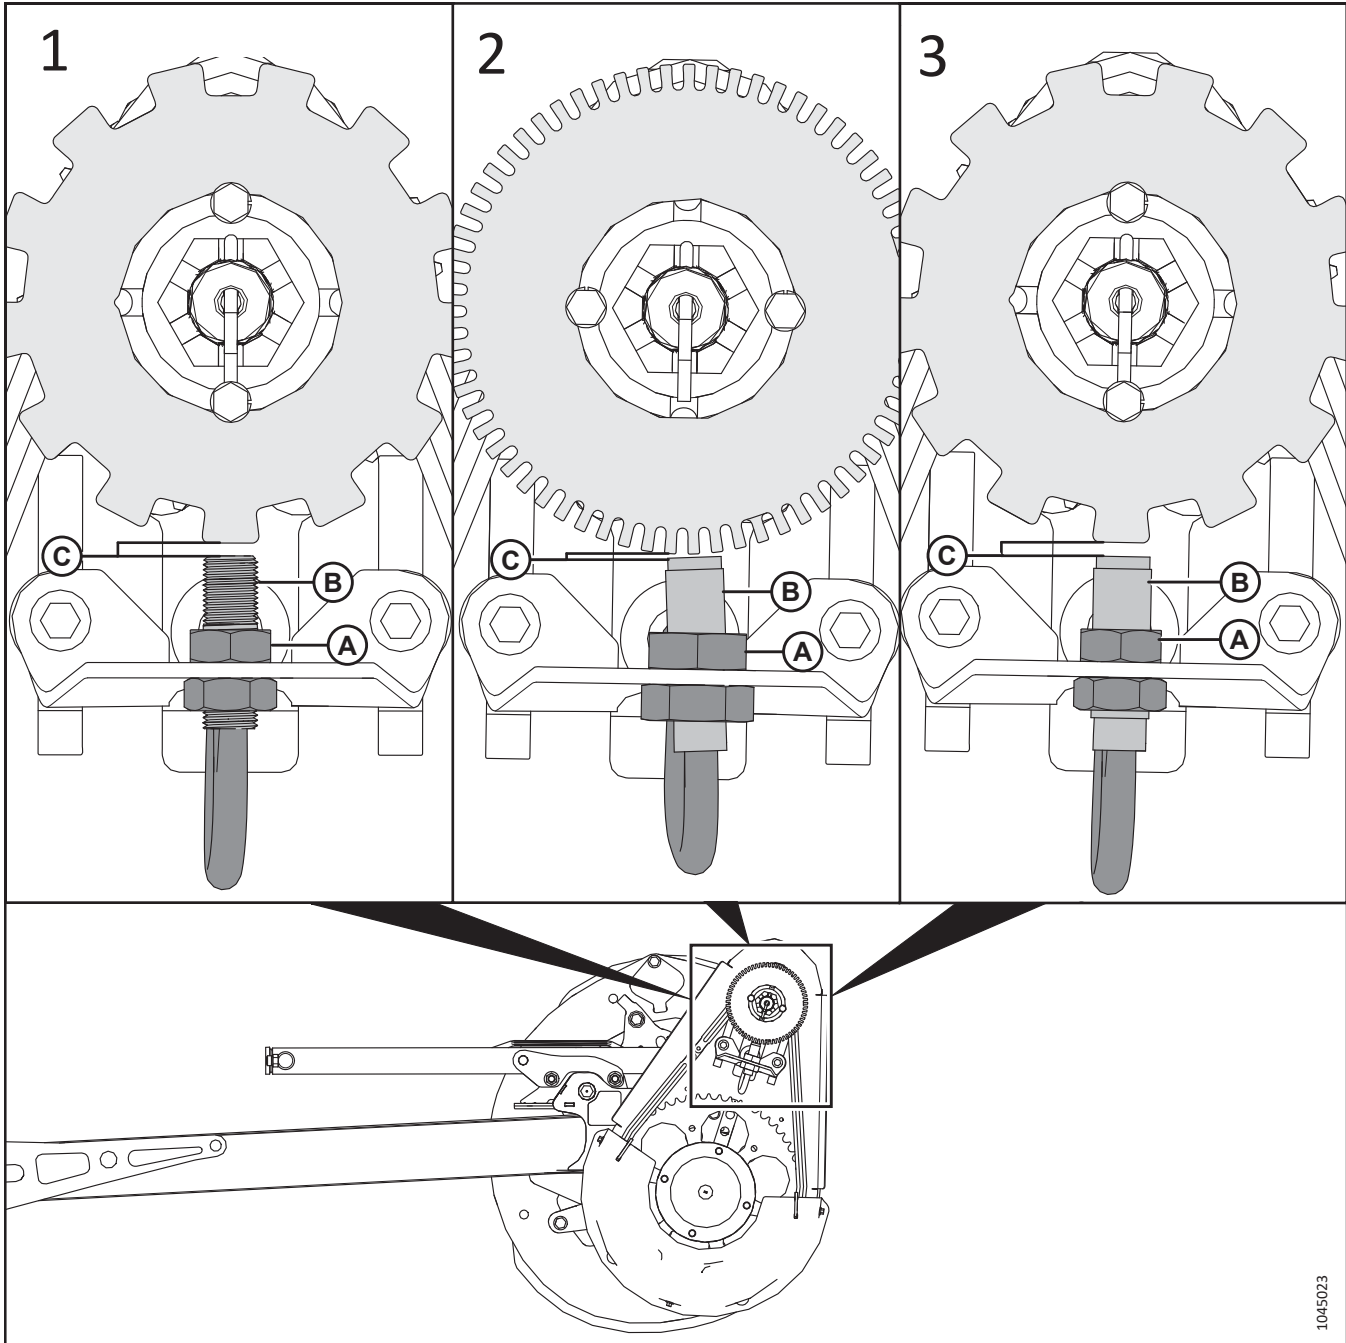

Figure 4.335: Configurations du disque et du capteur de vitesse du rabatteur
6. Retirez l'écrou supérieur du nouveau capteur et placez le capteur (B) sur le support. Fixez-le avec l'écrou supérieur (A).
7. À l'aide du tableau et de la figure 4.335, page 494, déterminez le type de capteur adapté à la moissonneuse-batteuse et réglez les écrous de capteur afin que l'espacement (C) corresponde aux spécifications suivantes :